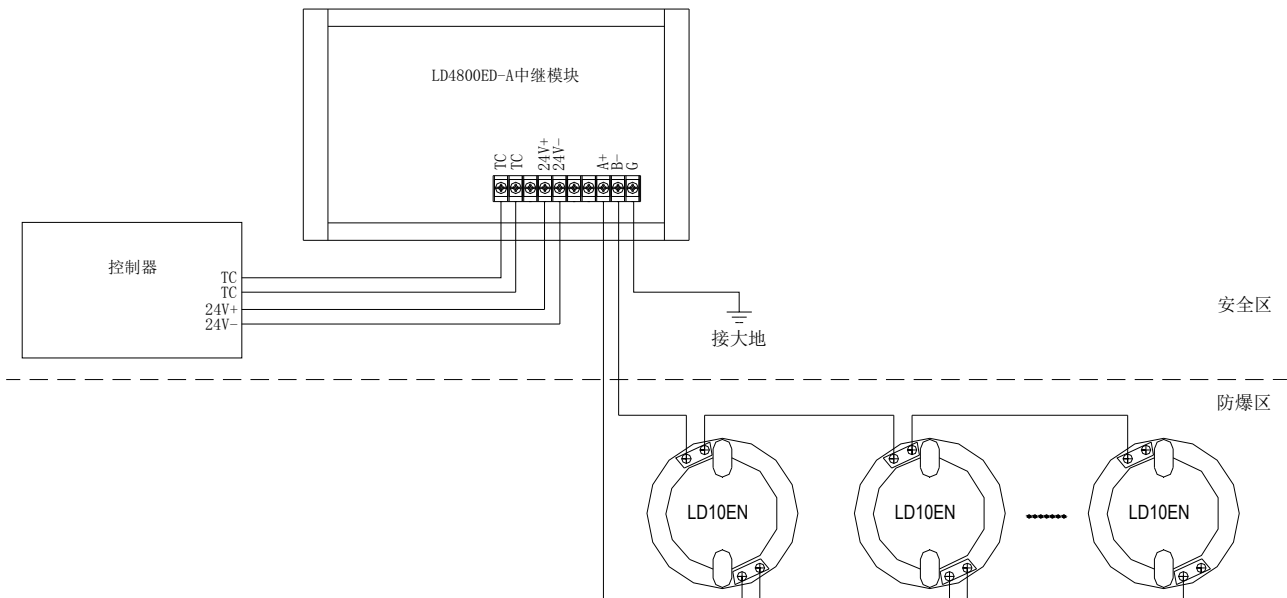

图 3-3 接线示意图
- 4) 端子图及接线示意图如图 3-3 所示。
- 2) 接线：剪、剥导线后按图 3-3（接线图）所示将各导线与相应端子正确连接。